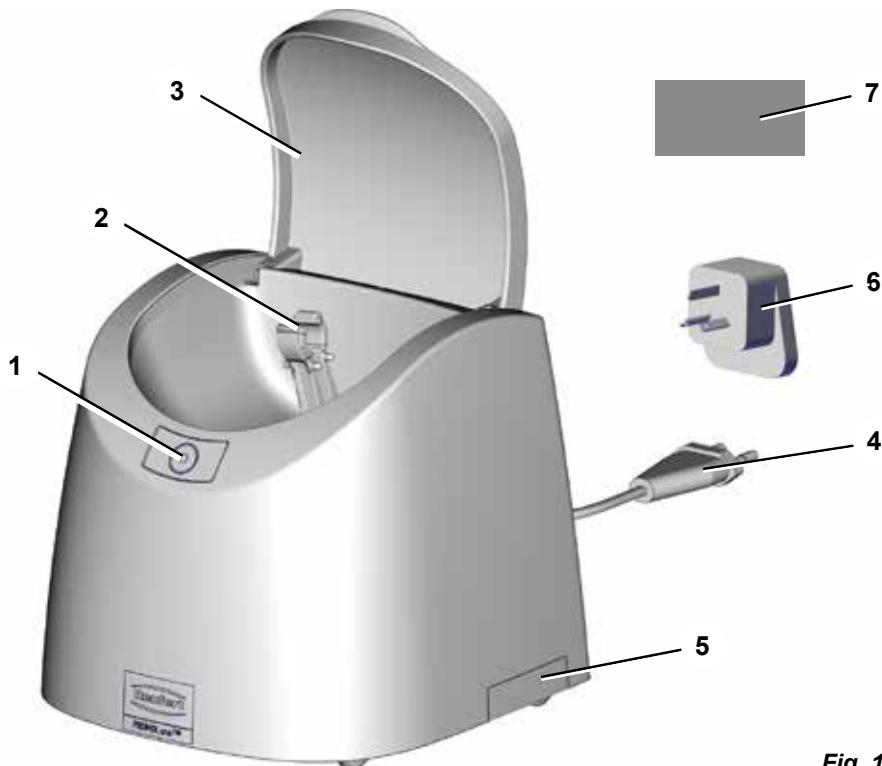

Fig. 1
- ⇒ Rull ut nettkablen (4, Fig. 1) og sett nettstøpslet inn i stikkontakten i bygningsinstallasjonen.